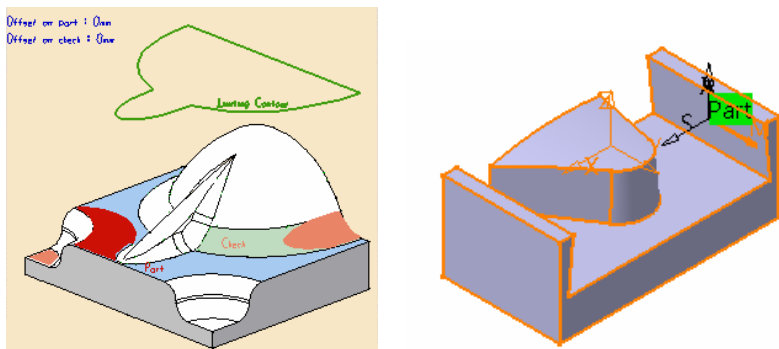

图 5-94 定义加工区域（6）
- 定义加工区域（6）。单击“Multi-Axis Sweeping.1”对话框中的，切换到几何参数选项卡，单击对话框中的目标零件感应区，选择整个目标加工零件作为加工对象，如图 5-94 所示，在空白处双击鼠标左键返回。